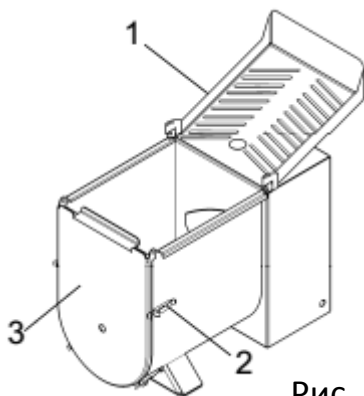

Рис. 6.3.2
- Открыть защелки поз. 2 (рис. 6.3.2), высвободив переднюю крышку поз. 3 (рис. 6.3.2)